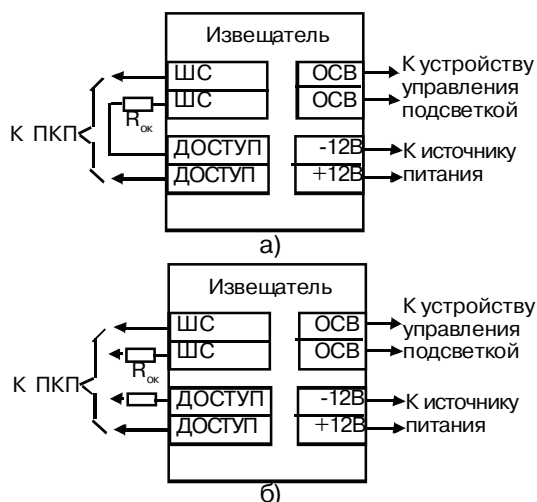

Рис.3 Схема подключения извещателя
- Выполните соединения согласно рис.3а (для подключения в один ШС) или рис. 3б (с контролем датчика вскрытия отдельным ШС).